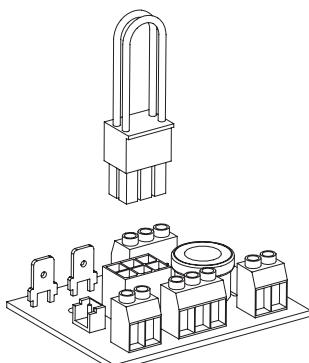

Fig. 11
7. Der mitgelieferte vorverkabelte Stecker wird in die Buchse J5 der Trägerschaltung eingefügt, damit der Lüfter mit der bereitgestellten Spannung betrieben werden kann (Fig. 11).